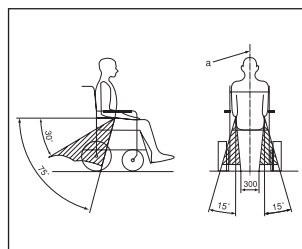

Figure 3
- La ceinture abdominale doit se trouver le plus bas possible autour de la taille de l'utilisateur. L'angle entre la ceinture et le sol doit se situer entre 30 ° et 75 °, un angle supérieur étant souhaitable (figure 3).